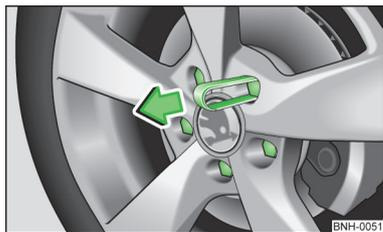

Fig. 145
- Calar las pinzas extractoras » página 191 en la caperuza protectora hasta que las muescas de retención interiores de las pinzas toquen el collar de la caperuza protectora » fig. 145.